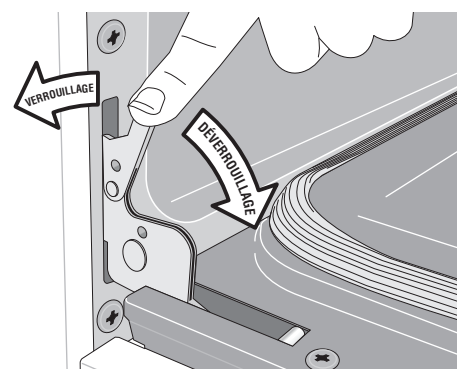

Figure 79 : Déverrouillage et verrouillage des charnières
2. Abaissez complètement les verrous des charnières de gauche et de droite du cadre du four vers la porte du four (figure 79). Vous pourriez avoir besoin d'un petit tournevis à tête plate.
4. Poussez les verrous des charnières de droite et de gauche vers le haut et dans le cadre du four jusqu'à ce qu'ils soient en position verrouillée (figure 79).